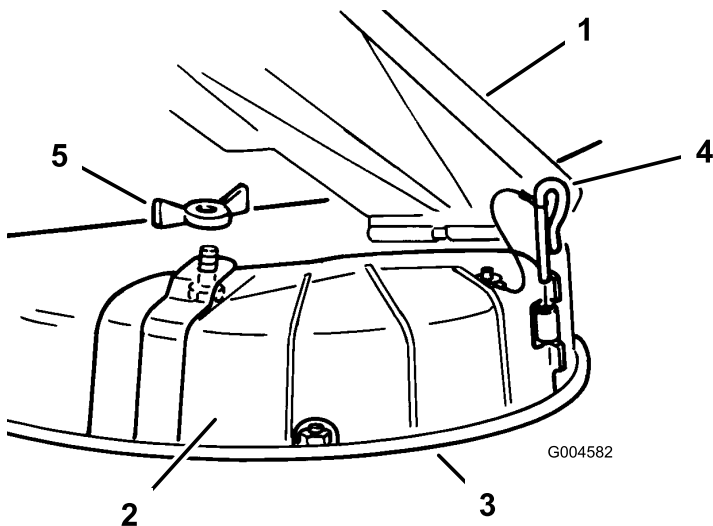

Figura 18
3. Retire la tuerca de orejeta y la abrazadera que sujetan la tapa (Figura 18).
- Retire el pasador de la bisagra que sujeta la tapa a la carcasa (Figura 18).
- Levante el deflector de hierba y coloque la tapa de descarga sobre la abertura, en el borde inferior del cortacésped, e introdúzcala en la bisagra delantera (Figura 18).
- Coloque el pasador en la bisagra (Figura 18).
- Fije la tapa de descarga al cortacésped con la tuerca de orejeta (Figura 18).